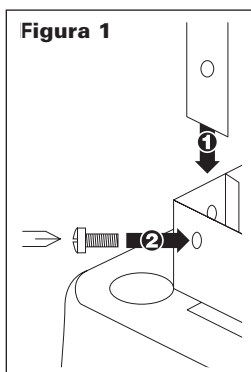
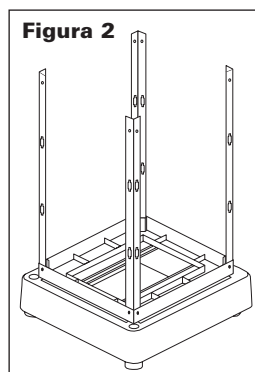

Figura 1
Figura 2
1. Alinee las vigas laterales de a una por vez, deslice las vigas laterales (i, j, k y l) por el canal triangular ubicado en cada esquina de la base (FIGURA 1). Procure que los orificios de las vigas laterales coincidan con los orificios de la base. Sujete dos tornillos n.º 1 a cada viga lateral para fijar las vigas laterales a la base. Repita este paso en las otras 3 esquinas (FIGURA 2).